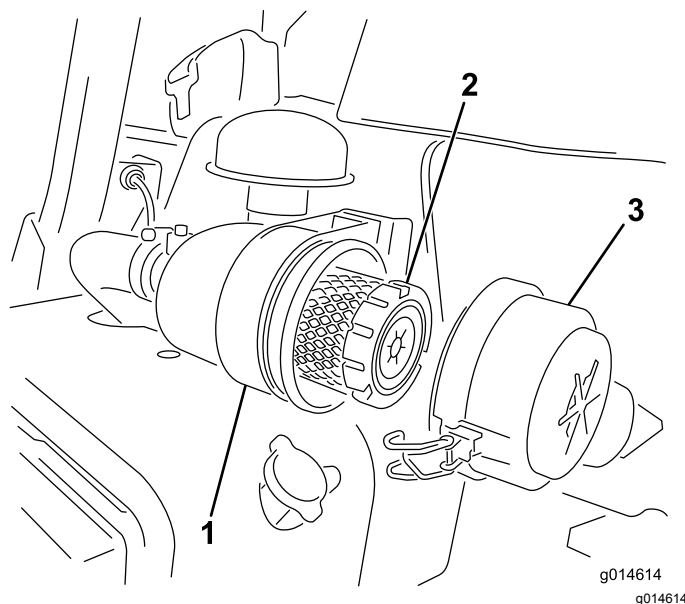

Figura 25
1. Rilasciate i fermi che fissano il coperchio del filtro dell'aria al relativo corpo (Figura 25).
7. Fissate i fermi (Figura 25).